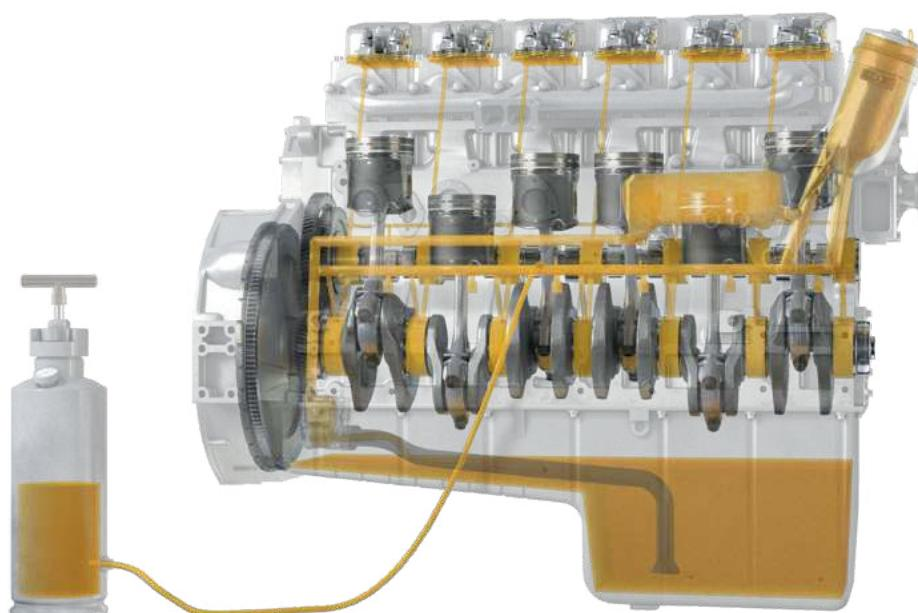

Fig. 1:
1. À l'aide d'un réservoir de pression, on pompe dans le moteur l'huile destinée au moteur via un raccord vissé du système de pression d'huile (Fig.1 et 2). Le raccordement peut se faire aux bouchons de fermeture du canal d'huile prévus par le constructeur du moteur ou au raccord du manomètre d'huile.